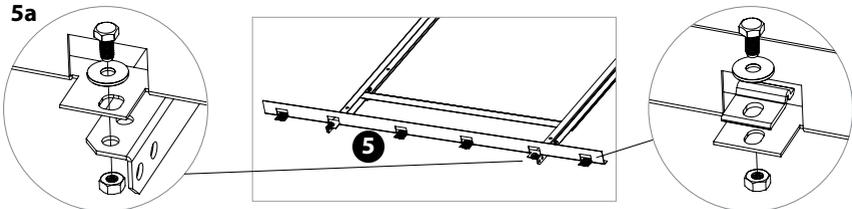
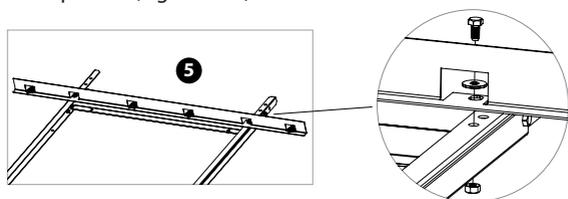

Figura 2.14
Figura 2.15
- 3 Solo in caso di sistema a due collettori (Saviosol CN BLACK 200-2 e CN BLACK 300-2), posizionare la barra 5 sulla parte inferiore e, negli appositi spazi, posizioniamo i quattro elementi di fissaggio in alluminio senza stringere i bulloni M8 con i dadi (Figura 2.14). Il collettore va fissato con due elementi di fissaggio in alluminio così come descritto nell'immagine 5a (Figura 2.14) e in (Figura 2.15).
- 4 Ripetere per la barra superiore (Figura 2.15).